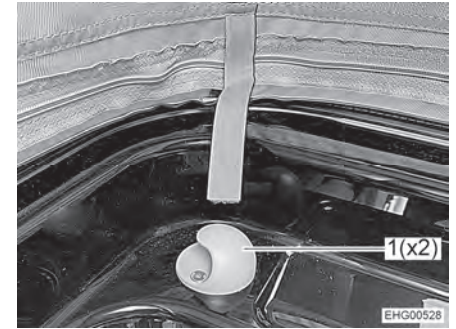

Fig. 61 Sujetador
- Enganchar la red de seguridad en los dos sujetadores (Fig. 61,1).